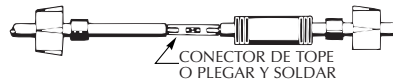

FIGURA 9
- Introduzca el extremo del hilo en el conector de tope y pliegue. Haga corresponder los colores del cable y del hilo del motor (ver Figura 9).